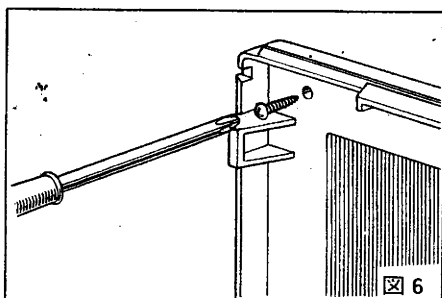

図6
- 本体前面の取付穴（4箇所）に付属の木ネジで直接取付けます。(図6)
- 本体前面の取付穴（4箇所）に付属の木ネジで直接取付けます。（図6）